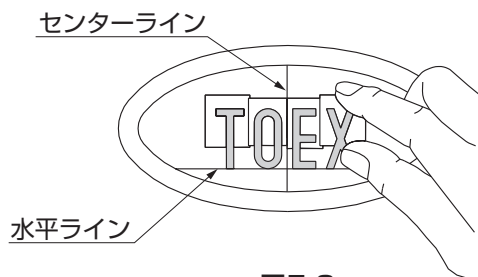

図5-3
③水平ラインと文字の位置を合わせ、文字をセンターラインから左右等間隔になるように仮貼りしてください。(図5-3参照)